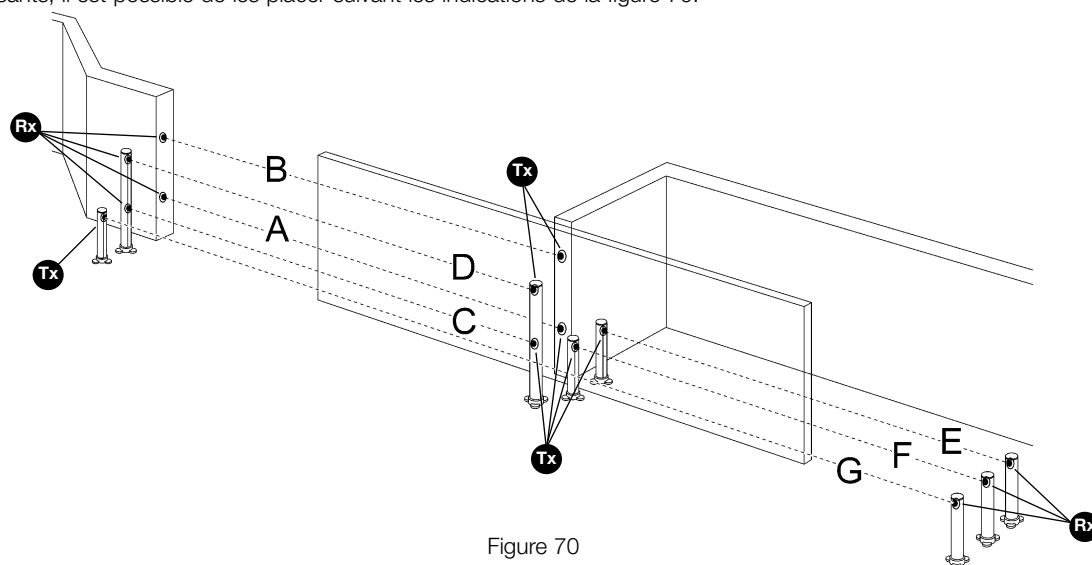

Figure 70
À tout moment, il est possible d'installer d'autres photocellules en plus de celles qui sont fournies de série avec SL1 et SL10. Dans un automatisme pour portails coulissants, il est possible de les placer suivant les indications de la figure 70.
- 2 Identifier la position dans laquelle elles sont installées suivant la figure 70 et effectuer la connexion volante suivant le Tableau 9.